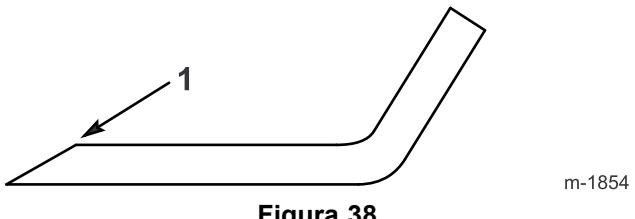

Figura 38
1. Afilate i taglienti da entrambe le estremità di ogni lama con una lima (Figura 38). Rispettate l'angolazione originale. La lama rimane bilanciata soltanto se rimuovete una quantità uguale di materiale da entrambi i taglienti.